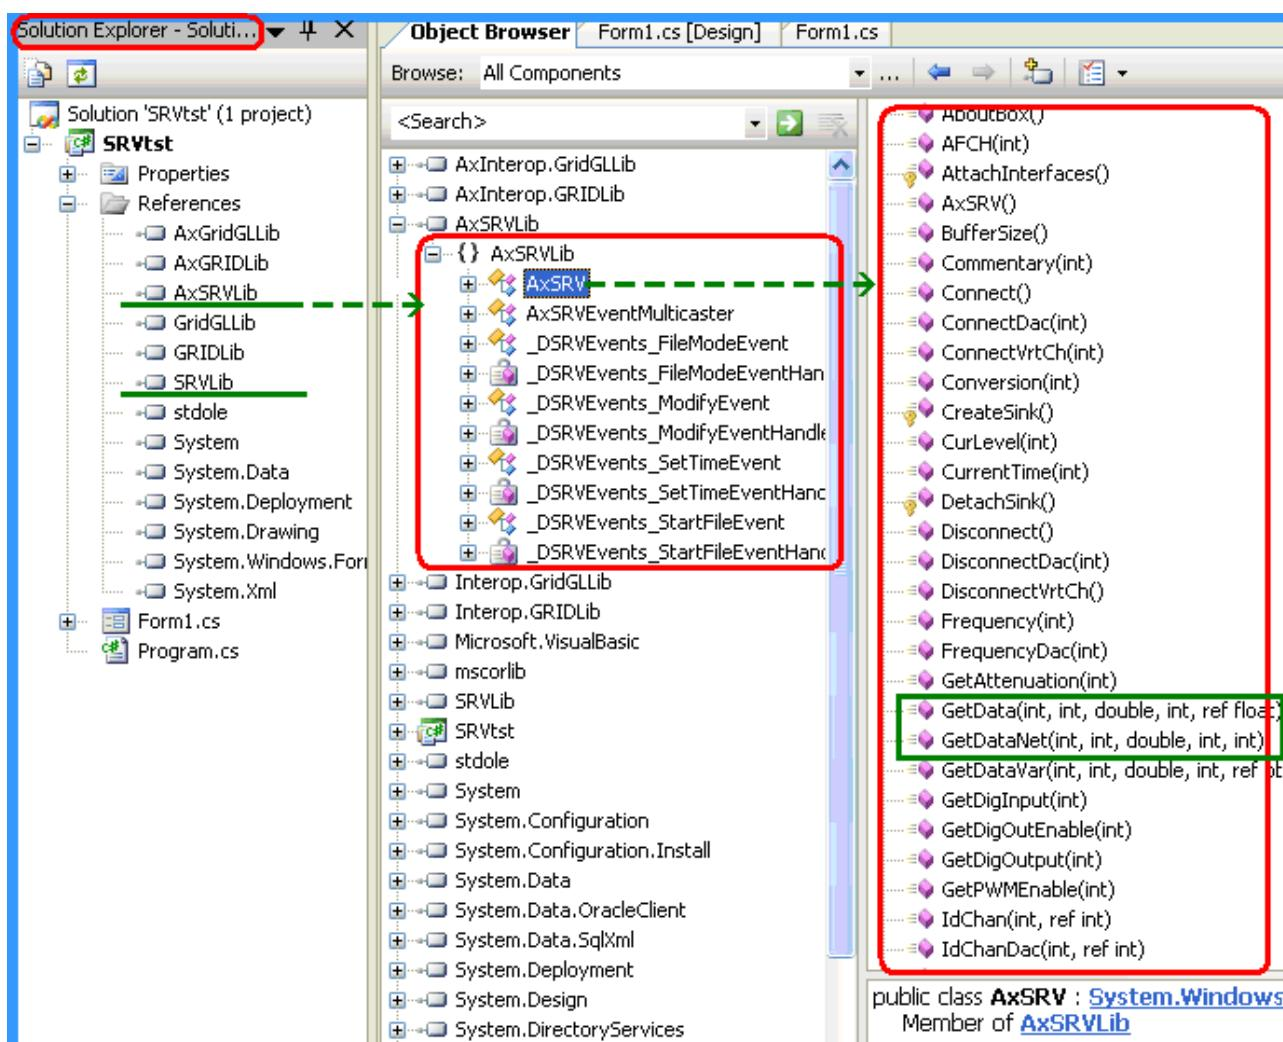

Рисунок 1'. Представление осх файлов в виде dll и их содержимое.
Именно AxSrv представляет класс внедряемого компонента. Смотри Рисунок 1'.
7. После данных манипуляций в ваш проект будет подключен компонент, с именем класса AxSrv. Смотри рисунок 1. AxSrvLib и SrvLib.
6. К проекту будут добавлены оба файла. Смотри рисунок 1. AxSrvLib.dll и SrvLib.dll.